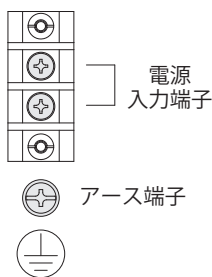

図 5 端子台の構成
- 端子ねじ M4、アースねじ M4 にて電源線・アース線を指定の端子へ適正締付トルクにて確実に接続してください。(図 5、6)